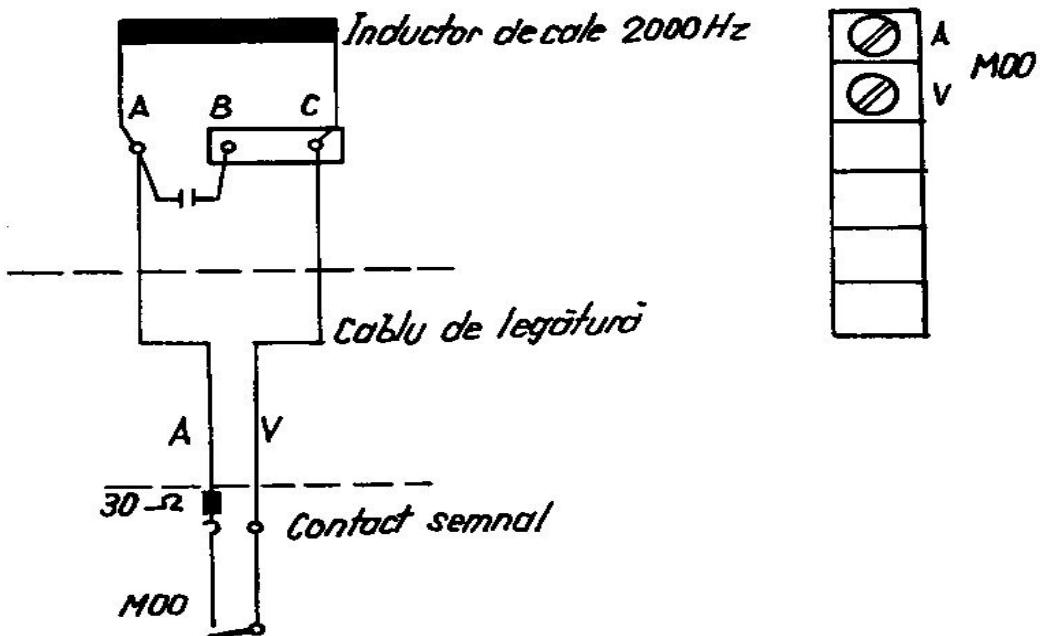

Fig. 33 Schema electrică și conectarea la semaforul de ieșire
b) Semaforul de ieșire de la liniile directe sau abătute, în poziție normală pe „oprește”, echipat cu inductor de cale de 2 000 Hz (fig. 33).